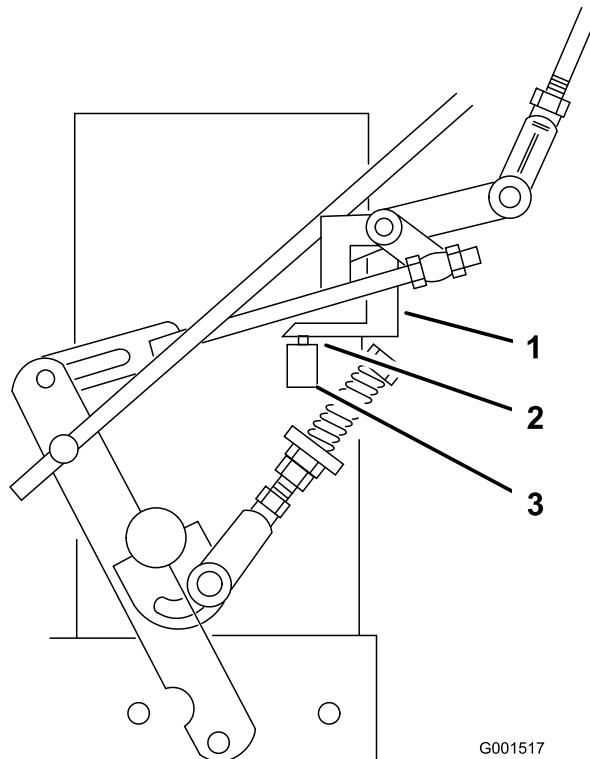

Figure 36
7. Vérifiez que le contacteur de sécurité est enfoncé et qu'un espace de 8 mm (5/16 po) sépare la languette d'actionnement du contacteur (Figure 36).
8. Au besoin, ajustez la position du contacteur pour obtenir un espace de 8 mm (5/16 po) (Figure 36).